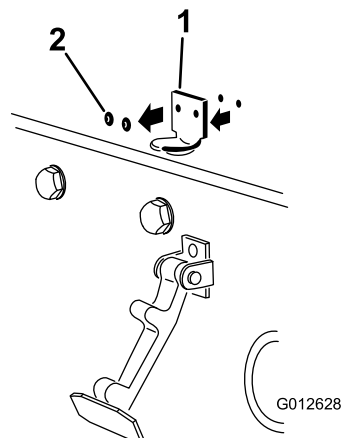

**Figura 4**
2. Îndepărtai cele 2 nituri care fixează suportul clichetului capotei pe capotă (Figura 4).